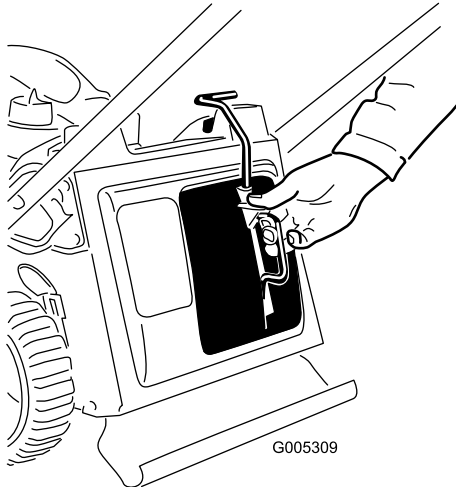

Figura 28
1. Retire el tapón de mulching (Figura 28).